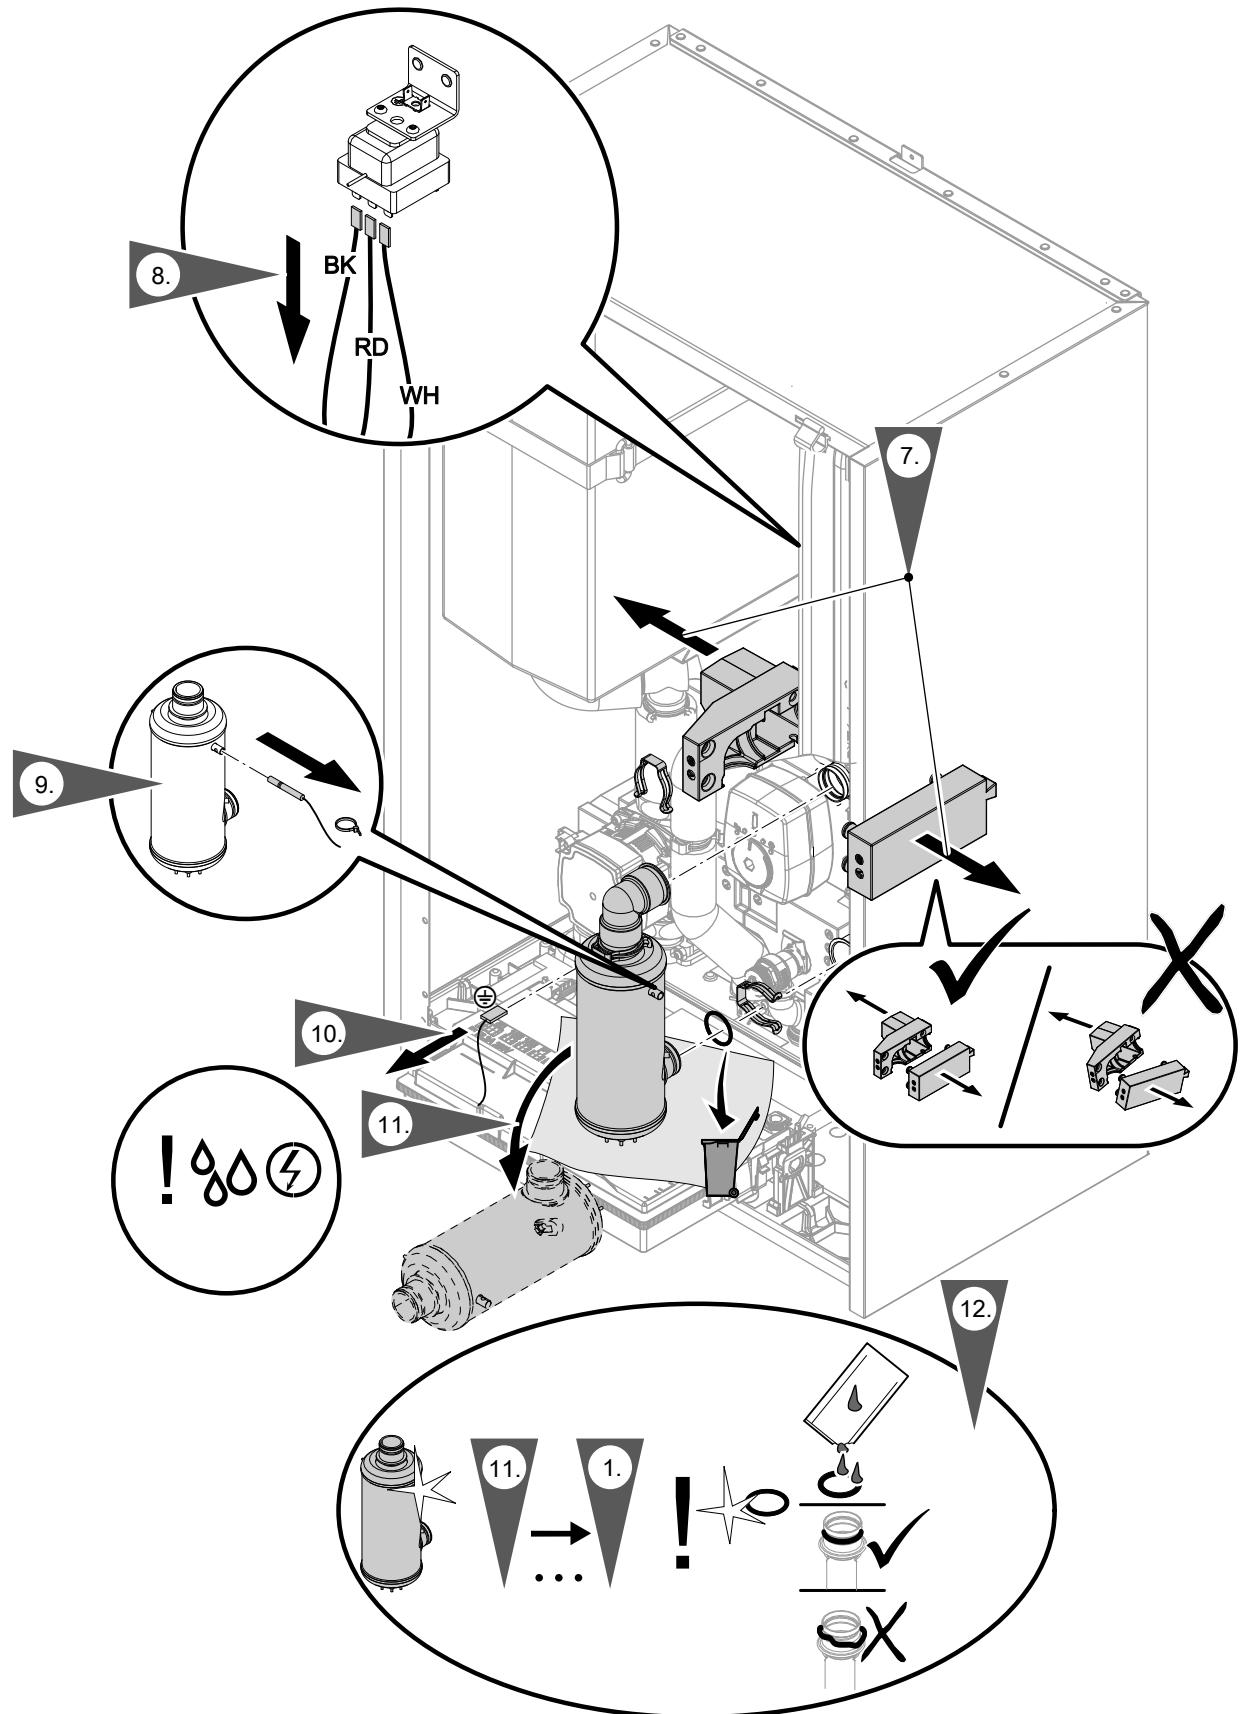

Abb. 110
- Temperatursensor am Heizwasser-Durchlauferhitzer und elektrische Leitungen am Sicherheitstemperaturbegrenzer: Siehe Abb. 110.